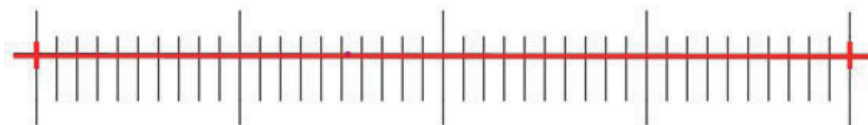

Figure 5-8
- La plage minimale du micromètre sélectionné est de 0,01 mm (10 microns). La figure 5-8 montre l'image sous un objectif de grossissement 10x. À ce stade, le "grossissement" est réglé sur "10X", l'"unité" est marquée comme "µm" et la "longueur" est réglée sur "40".